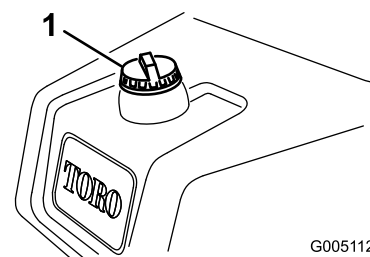

Figura 20
1. Limpie alrededor del tapón del depósito de combustible y retire el tapón (Figura 20).